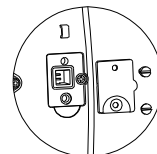

Abbildung 4-2. LFT-Stifte
2. Entfernen Sie die Sicherheitsabdeckung auf der Unterseite der Waage, um die beiden Stifte in der Aussparung zu sehen (siehe Abbildung 4-2). Schließen Sie diese Stifte beim **Einschalten** der Waage (z. B. mit einem Schlitzschraubendreher) kurz. Die Waage führt das Einschaltverfahren durch, und auf dem Display erscheint der aktuelle Status [LFt OFF] (Eichung deaktiviert, nicht verriegelt) oder [LFt ON] (Eichung aktiviert, verriegelt). Drücken Sie auf die Taste „No“ (Nein), um diese Einstellung zu ändern oder auf „Yes“ (Ja), um die Einstellung zu übernehmen.